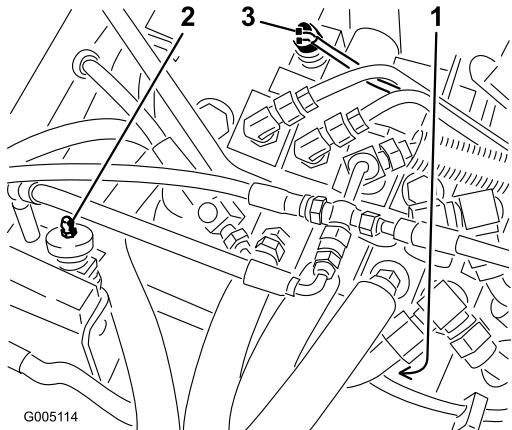

Figura 39
2. Retire el protector del extremo del interruptor del asiento Figura 39 (donde está el botón) y guárdealo para instalarlo en el interruptor nuevo. Desenchufe los conectores del interruptor.
2. Desenchufe los conectores del interruptor de tracción que está instalado en el sombrerete del banco de válvulas, en la sección de válvulas del selector (Figura 39).
2. Desenchufe los conectores del extremo del interruptor de siega/elevación que está instalado en el sombrerete del banco de válvulas (Figura 39).